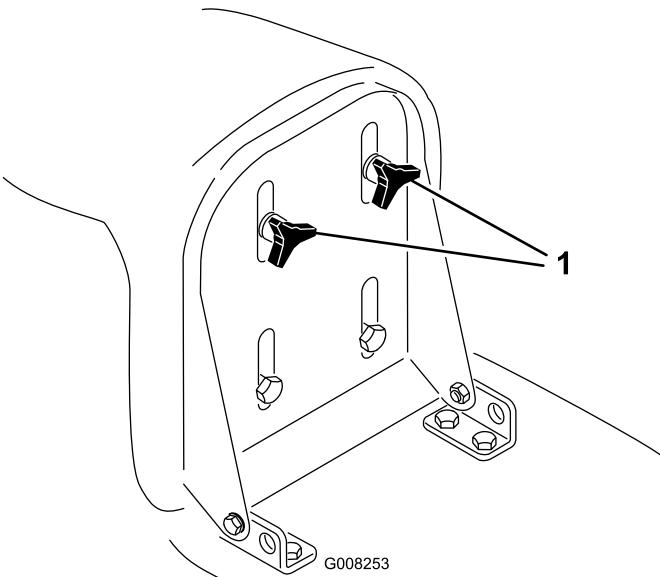

Bild 4
- Klappen Sie den Sitz hoch und lösen Sie die Einstellhandräder (Bild 4).